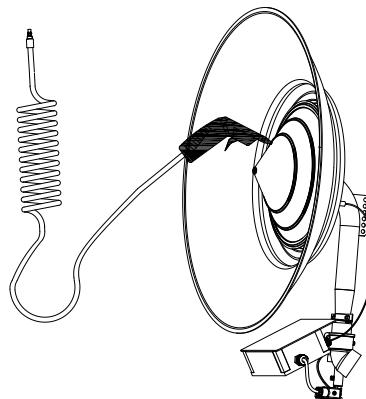
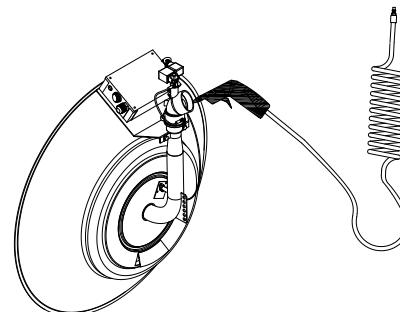

Fig. 11
Fig. 12
**Limpieza con aire (Fig. 11 y Fig. 12)**
- Colocar el radiador de forma vertical con la conexión de gas hacia abajo, y proyecte el aire comprimido por toda la superficie del cono exterior dirigiendo el chorro de aire hacia el cono interno (Fig.11).
Dele la vuelta al equipo y sople el aire comprimido a través de la abertura de entrada de aire. (Fig. 12).
Cleaning with air (Fig. 11 and Fig. 12)
- Position the brooder upright, with the gas connection facing down, and direct the compressed air over the entire surface area of the outer cone, aiming the air jet at the inner cone (Fig. 11).
Turn the appliance over and blast the compressed air through the air inlet opening (Fig. 12).
Nettoyage à l'air comprimé (Fig. 11 et Fig. 12)
- Placez le radiant verticalement avec le raccordement de gaz vers le bas, et projetez l'air comprimé sur toute la surface du cône extérieur en dirigeant le jet d'air vers le cône interne (Fig.11).
Retournez le radiant et projetez l'air comprimé au travers de l'ouverture d'entrée d'air. (Fig. 12).